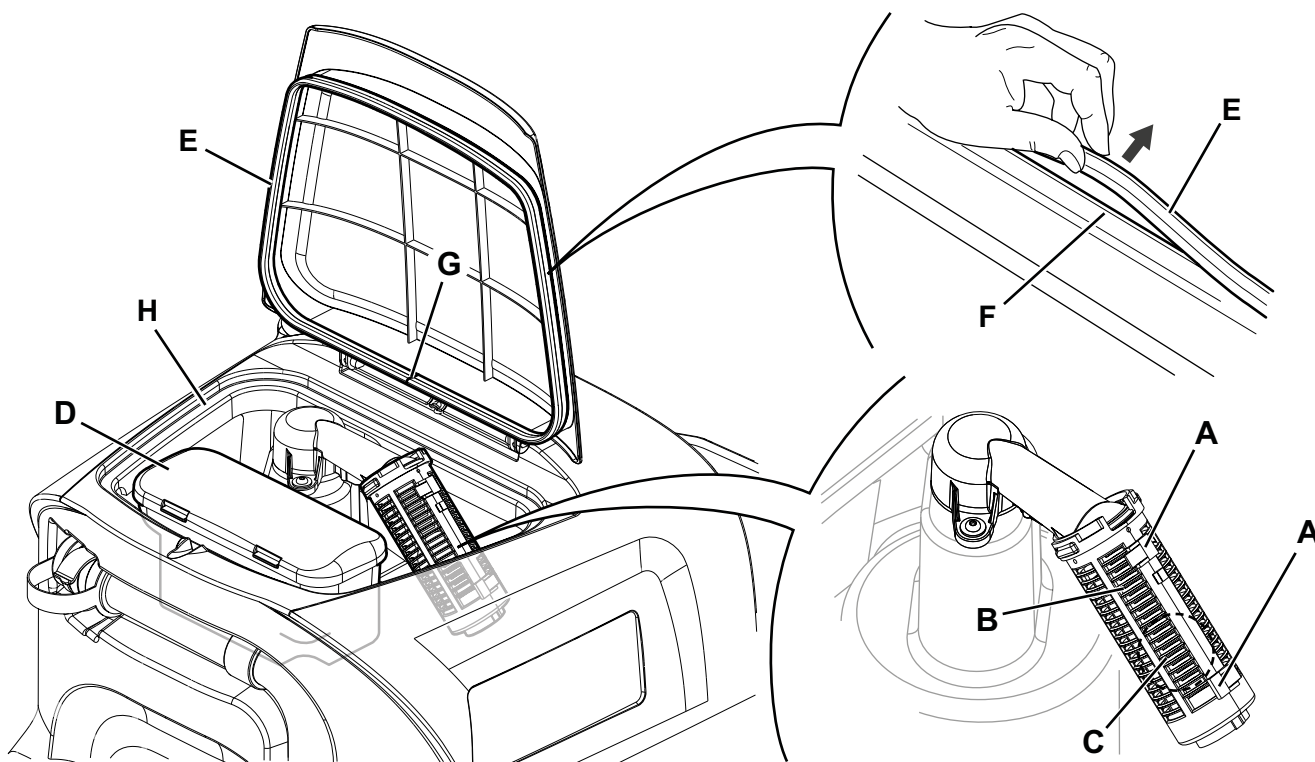

Рис. 12
2. Убедитесь, что машина отключена и ключ пользователя (52) извлечен.
3. Поднимите крышку (18).
4. Промойте бак (17) и крышку чистой водой.
5. Слейте воду из бачка с помощью шланга (26).
6. Очистите вакуумную сетку (28), разомкните фиксаторы (А, Рис. 12), откройте сетку (В) и извлеките поплавков (С), затем тщательно очистите и установите его на место.
7. Снимите бак для мусора (D) и откройте его крышку. Аккуратно очистите его и установите на вакуумный шланг.